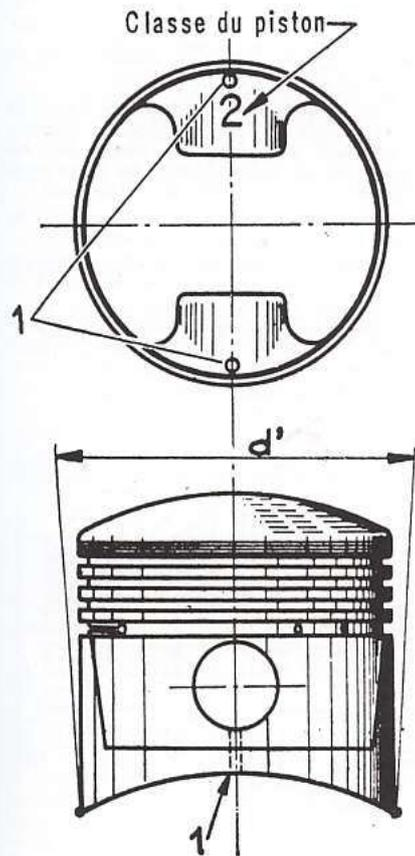

Figure 20
a) Montage du piston dans un cylindre neuf ou un cylindre dont on n'a pas changé la chemise; le choix est déterminé par la classe du cylindre (A ou B marqué en rouge sur la première ailette). Les cylindres de la classe A et ceux de la classe B reçoivent respectivement les pistons de la classe A et ceux de la classe B. La classe du piston est inscrite sur un des deux bossages (fig. 20).